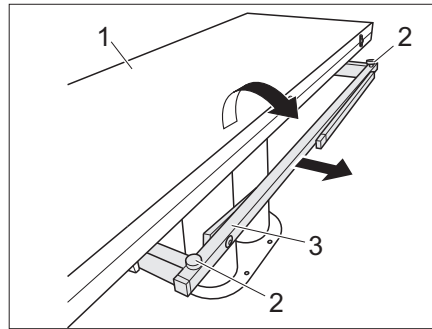

Fig. 106 Allungare il tavolo
- Estrarre la sottostruttura del tavolo (Fig. 106,3).
- Aprire la metà del tavolo (Fig. 106,1).
- Regolare il piano del tavolo all'altezza desiderata utilizzando le due viti di regolazione (Fig. 106,2).